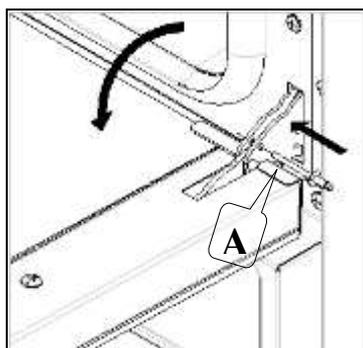

Fig. 5
- alzare leggermente la porta e sfilarla (Fig. 5);